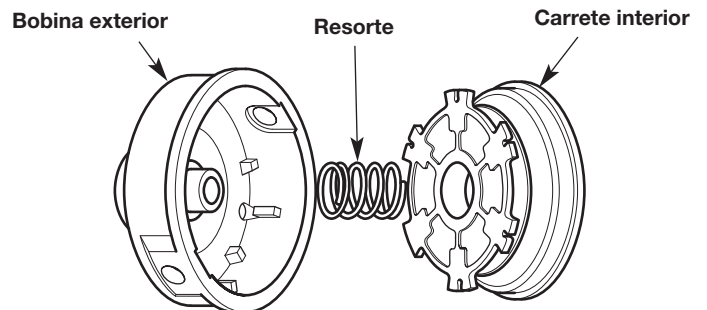

Fig. 17
- Saque el carrete interior de la bobina exterior (Fig. 17).
- Saque el resorte del carrete interior (Fig. 17).